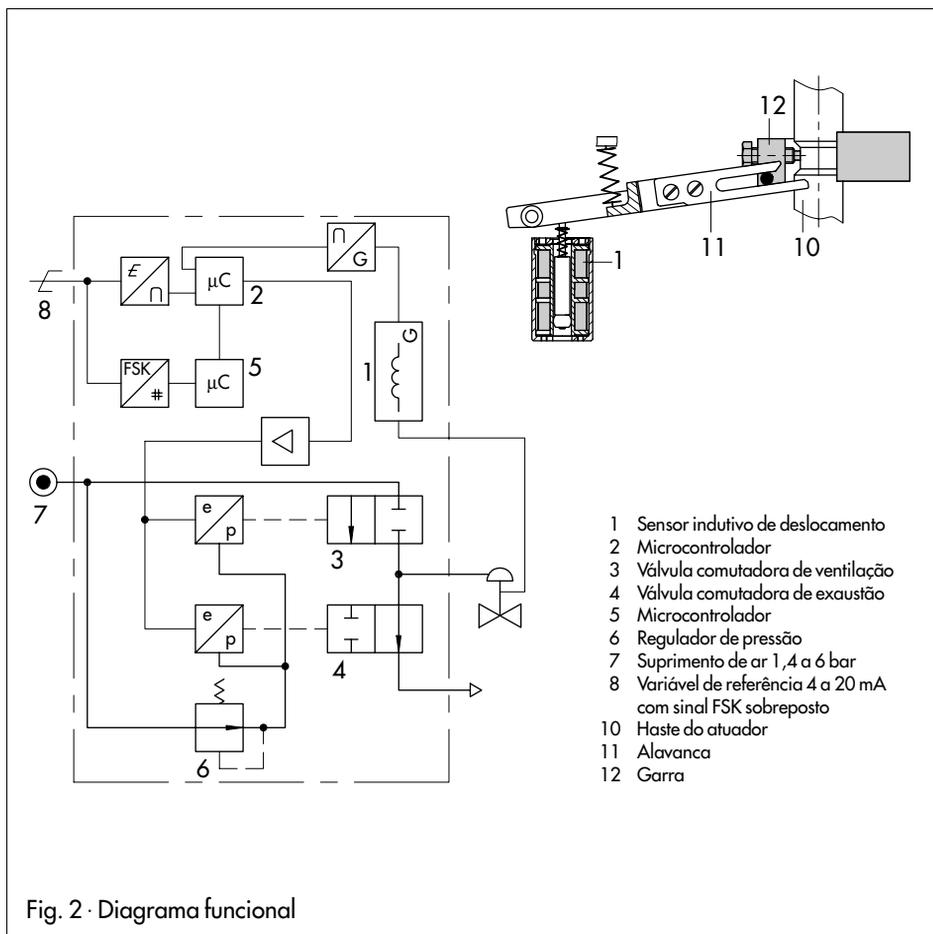

Fig. 2 · Diagrama funcional
1. Projeto e modo de operação (Fig. 2)